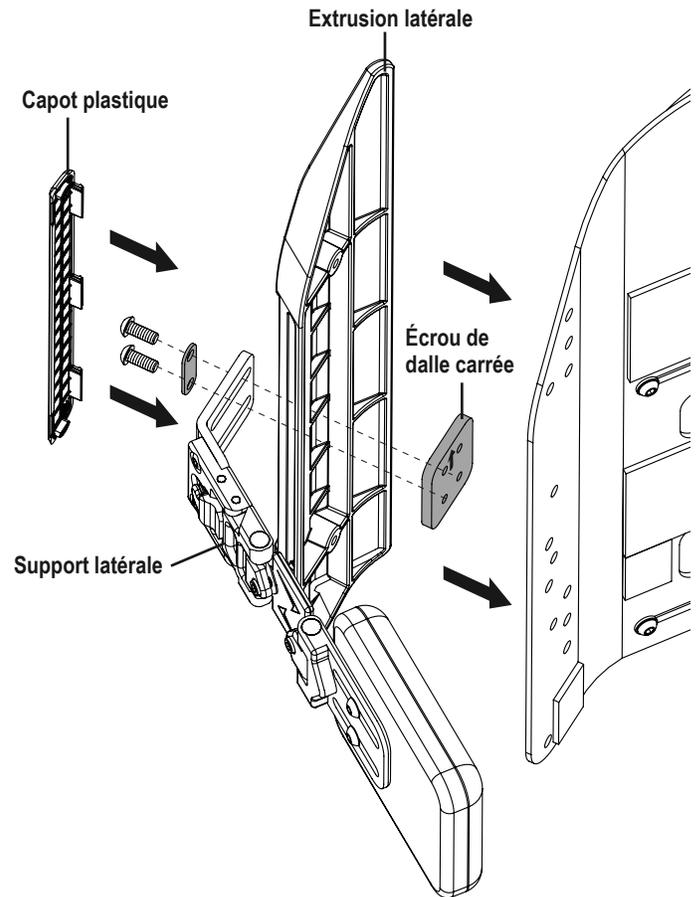

Figure 25. Latéraux
3. Installez le support latéral dans l'extrusion latérale. **Voir la figure 25.**
4. Insérer l'entretoise et les deux (2) boulons à travers le support latéral et l'écrou à dalle carrée. Ne pas serrer complètement.
1. Desserrer les deux (2) boulons de l'extrusion latérale.
2. Glisser le support latéral à la hauteur et largeur désirées. **Voir la figure 25.**